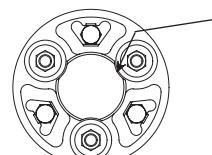

図2
- (2) キー溝は、ゴムビスケット穴にげ部A(図2)をさけた加工を推奨します。